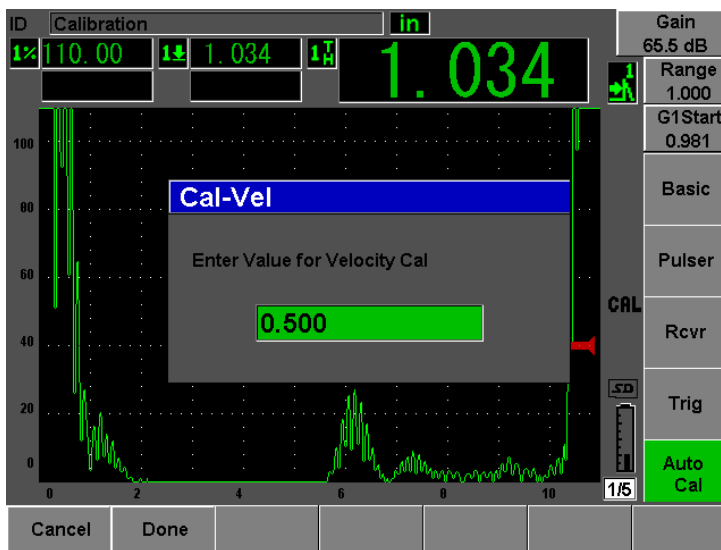

図 10-13 音速校正の板厚値を入力
15. ゲート内指示の既知の板厚値に一致するように（ここでは、0.500 インチ）値を調整します。次に、“**完了 : Done**” を選択して、校正プロセスを完了します（176 ページ図 10-13 参照）。